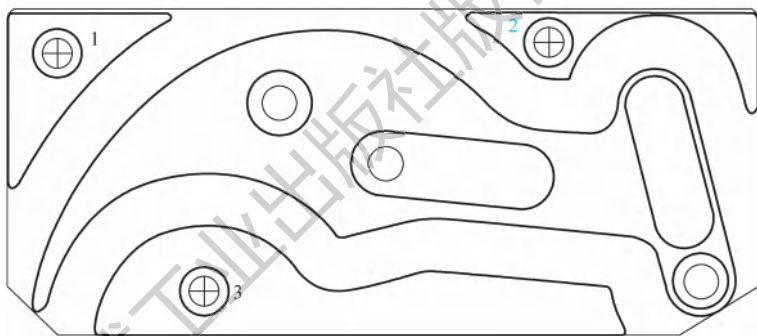

图 7-28 选择孔的圆心
1) 选择【刀路】/【钻孔】命令, 系统弹出【刀路孔定义】对话框, 调整为俯视图, 分别按如图 7-28 所示 1、2、3 的顺序选择孔的圆心位置, 单击【确定】按钮 。